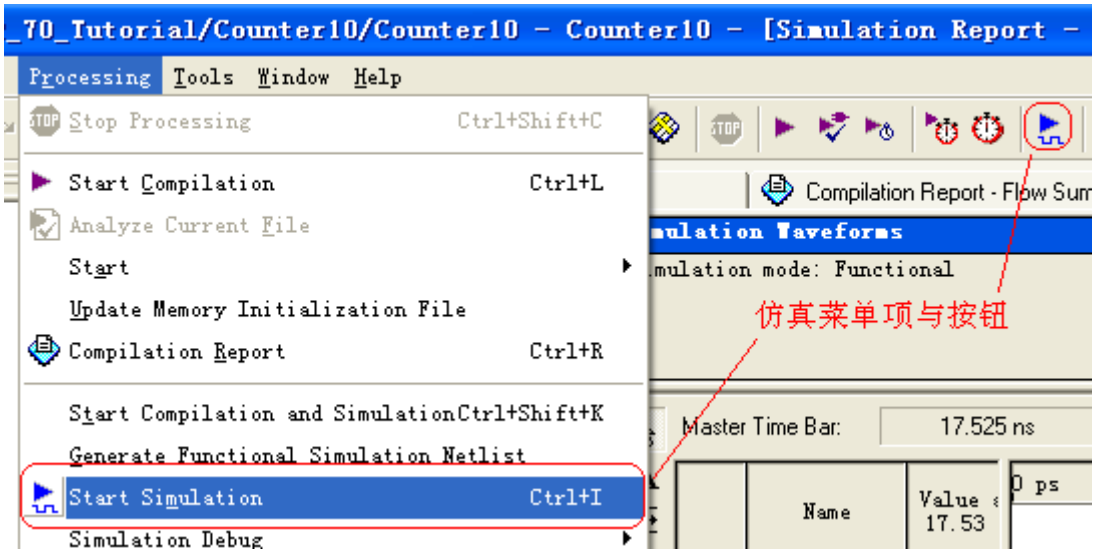
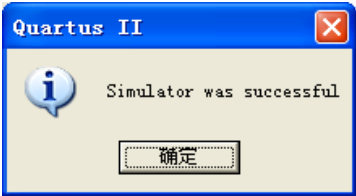

图 3-34 仿真菜单项与按钮
图 3-35 仿真结果
20. 点击菜单项 Processing->Start Simulation 或  工具按钮启动功能仿真。如图 3-34，完成后结果显示如图 3-35。